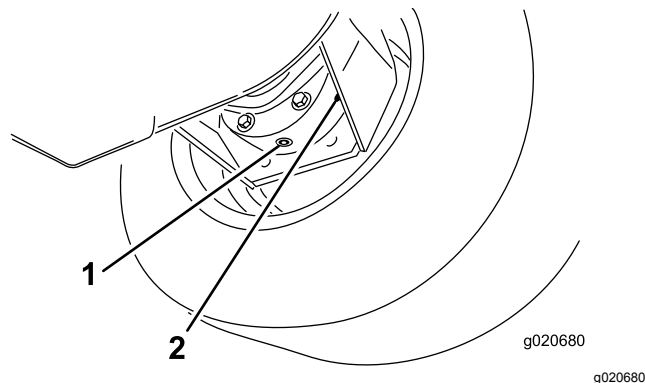

**Figura 104**
1. Con la máquina en una superficie nivelada, coloque una rueda de manera que uno de los tapones de verificación esté en la posición más baja (posición de las 6) (Figura 104).